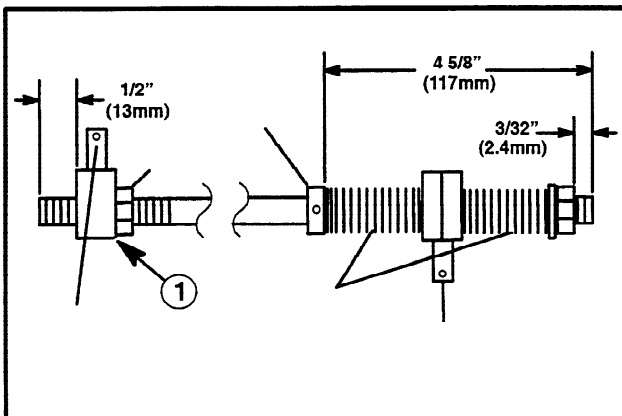

Abbildung 17
- Die Abmessungen in Abbildung 17 sind werkseitig voreingestellt und das Horizontierungsgestänge sollte keiner Nachstellung bedürfen. Nach geraumer Zeit wird das Gestänge möglicherweise geringfügig justiert werden müssen. Ist das der Fall, so sind Nachstellungen nur am Einstellverbinder vorzunehmen (Siehe Abb. 17).
- Am Ende der Nivellierstange mit den Federn und dem Verriegelungsbund, sind die Abmessungen werkseitig eingestellt und sollten keiner künftigen Änderung bedürfen. (Siehe Abb. 17) **GREGEN MUTTER**